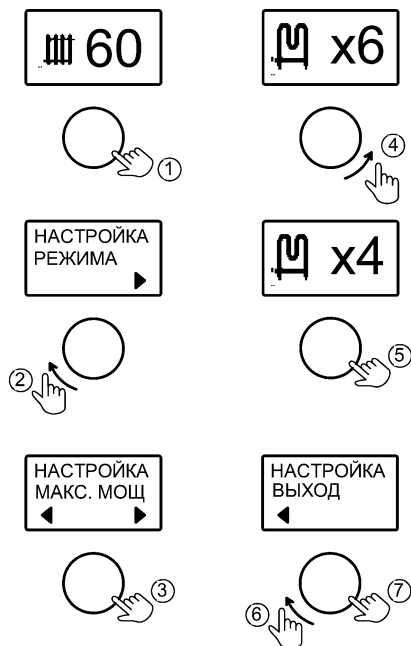

Рисунок 10. Настройка мощности котла
10.2 Во вкладке «МАКС. МОЩНОСТЬ» - имеется возможность ограничения значения максимальной мощности котла (см. рис. 10). При этом изменяется максимальное количество включаемых в работу ТЭНов.